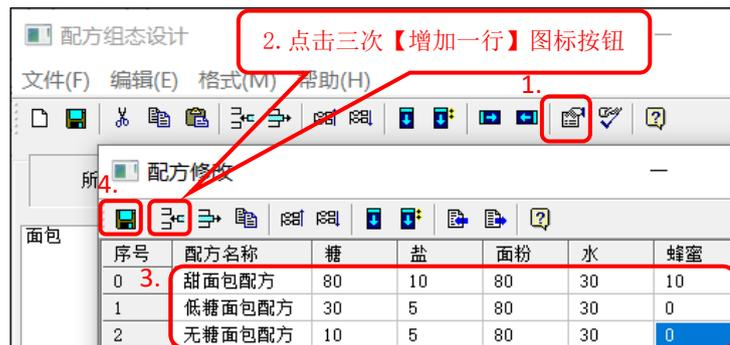

图 8.1-6 增加三条配方
- ⑥ 双击配方组名【面包】或点击上方工具栏中的【编辑配方】图标 → 点击三次【增加一行】图标，在下方的列表中输入如图 8.1-6 所示的内容 → 点击【保存】图标保存设置后关闭界面。